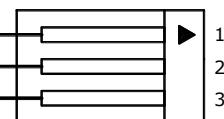

Рис. 7.4 Переходной кабель RS-232C (ТЭМ-106 – АПД)
7.6.3 Для считывания данных по интерфейсу RS-232C в адаптер переноса данных необходимо подключить адаптер к переходному кабелю (см. рис. 7.4).